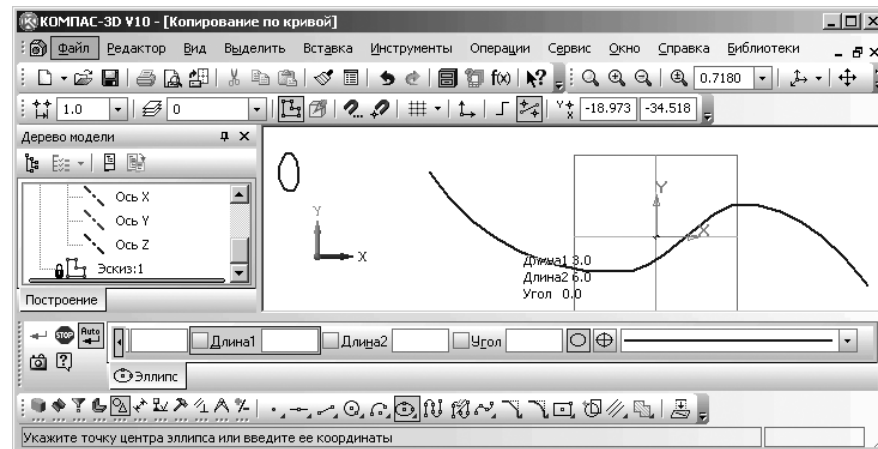

Рис. 8.38. Главное окно системы в процессе копирования по кривой с объектом копирования – **Эллипсом** и **Кривой Безье**, по которой предстоит копирование
- нажмите клавишу **F9** для показа **Кривой Безье** и **Эллипса**. Возможное состояние системы показано на рис. 8.38.